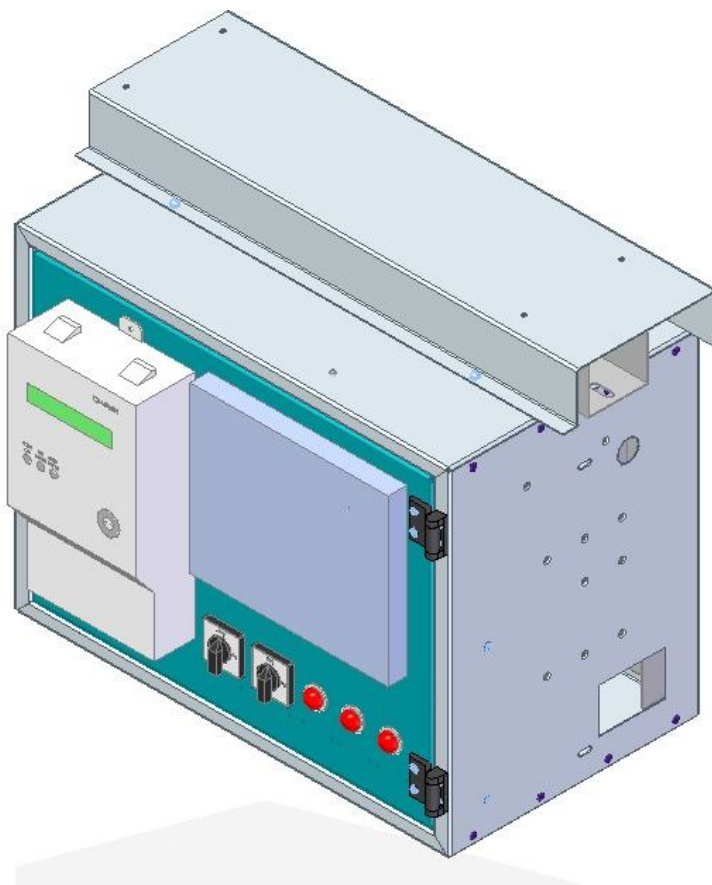

Рис.4.5 Релейный отсек с аппаратурой защиты, автоматики и учета.
4.4.1 Релейный отсек (рис. 4.5) устанавливается в верхней части камеры КСО перед отсеком сборных шин и представляет собой сборную